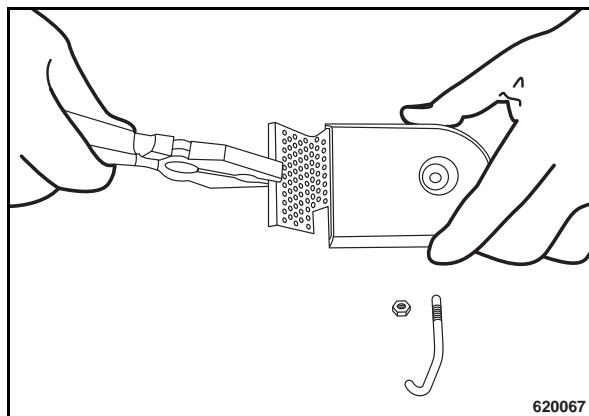

Fig. 47
- Retirar la tuerca de fijación y estribo de fijación, y sacar después el elemento tamiz (Fig. 47).